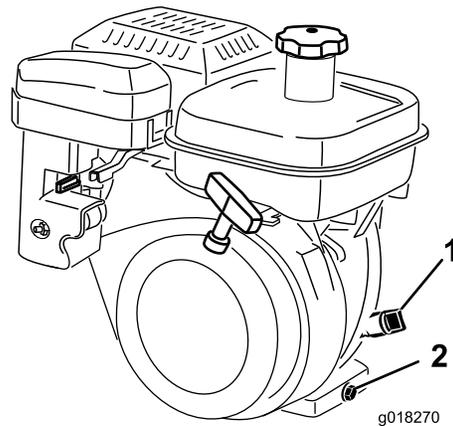

Figure 34
3. Nettoyez la surface autour de la jauge de niveau d'huile (Figure 34)
4. Dévissez la jauge et retirez-la (Figure 34).
- Placez un bac de vidange sous le bouchon de vidange à l'arrière de la machine (Figure 34). Desserrez le bouchon de vidange.